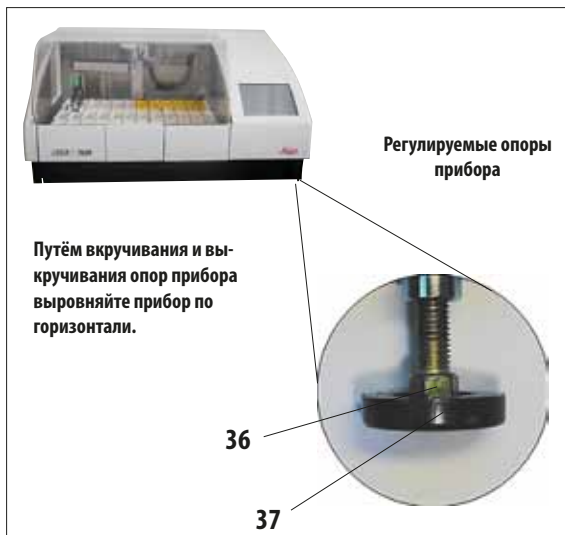

Рис. 21
- В противном случае, используйте уровень (стандартный комплект поставки), чтобы определить самую высокую точку стола. Затем, ножка прибора, расположенная на самой высокой точке стола, должна быть завернута почти полностью (см. рис. 21). - затем, по мере необходимости, отрегулируйте каждую ножку прибора.